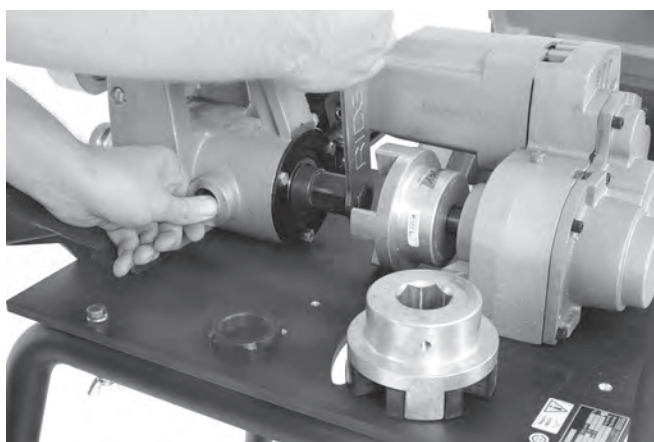

Figure 27 – Retrait du tirant
6. Utilisez la clé polygonale  $\frac{15}{16}$ " pour desserrer le tirant. (Figure 27).